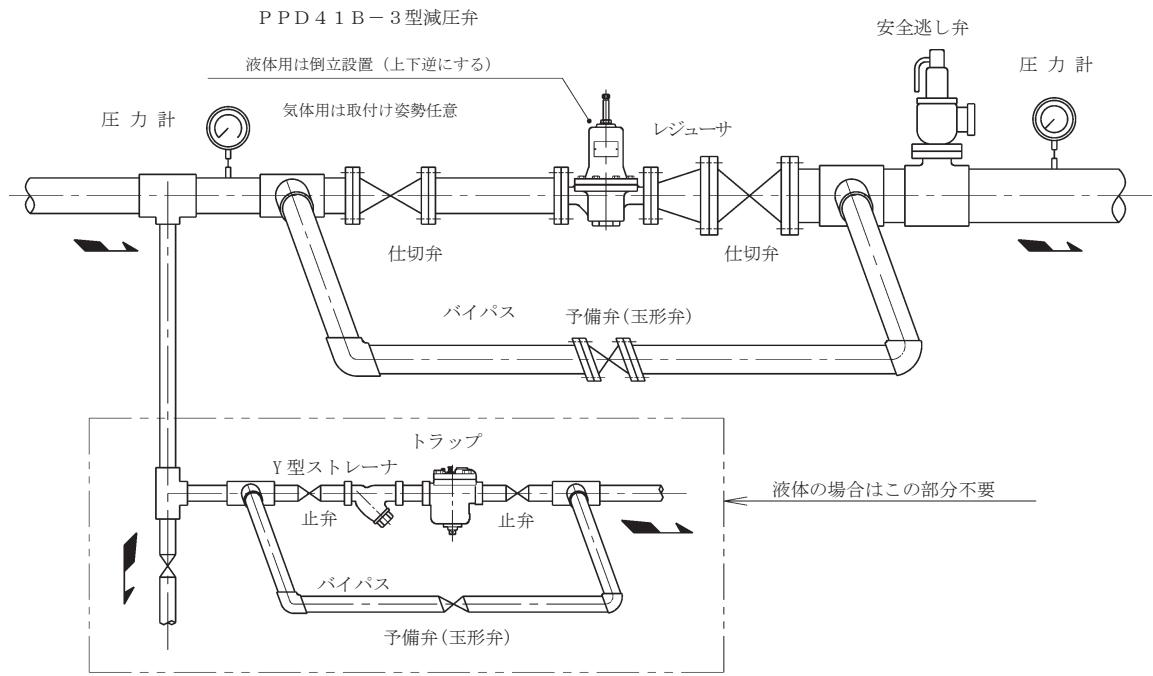

図2 配管例図
- 配管に際して本弁はストレーナを内蔵していますからストレーナの設置は不要ですが、図2の配管例図に示すように、安全逃し弁、予備弁(玉形弁)及び前後弁(仕切弁)を備え、更に圧力計を取り付けるよう
- 3.4 配管に際して本弁はストレーナを内蔵していますからストレーナの設置は不要ですが、図2の配管例図に示すように、安全逃し弁、予備弁(玉形弁)及び前後弁(仕切弁)を備え、更に圧力計を取り付けるよう御計画ください。